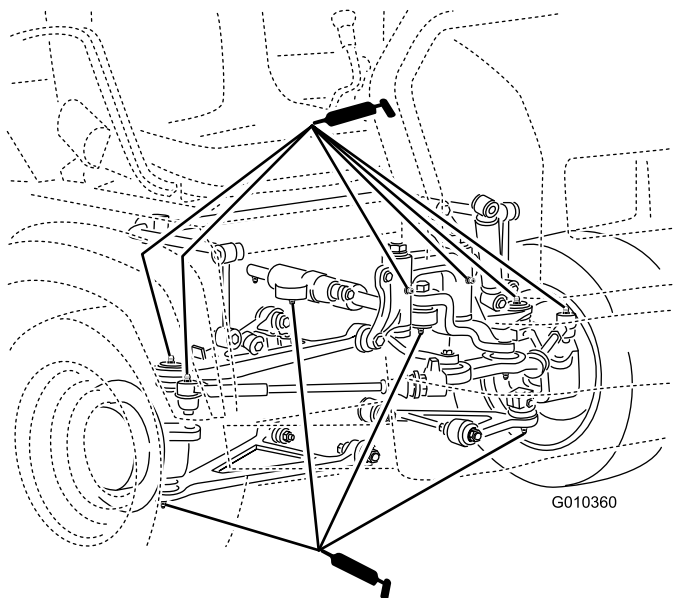

图 28
- 球窝接头4 个请参阅图 28
- 横拉杆2 个请参阅图 28
- 枢轴安装座2 个请参阅图 28
- 转向油缸2 个请参阅图 28